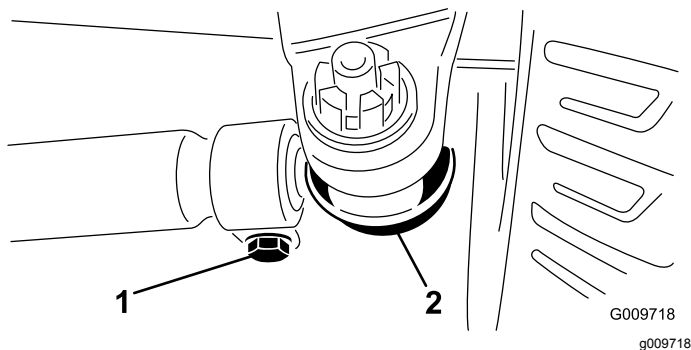

Figura 49
2. Per regolare, togliete la coppiglia e il dado da uno dei giunti a sfera del tirante (Figura 49). Togliete il giunto a sfera del tirante dal supporto della scatola del ponte.
3. Allentate i fermi su entrambe le estremità dei tiranti (Figura 49).
4. Girate di un (1) giro completo, verso l'interno o l'esterno, il giunto a sfera rimosso. Serrate la ghiera dal lato allentato del tirante.
5. Girate l'intero gruppo del tirante nello stesso verso (interno o esterno), di un (1) giro completo. Serrate la ghiera dal lato collegato del tirante.